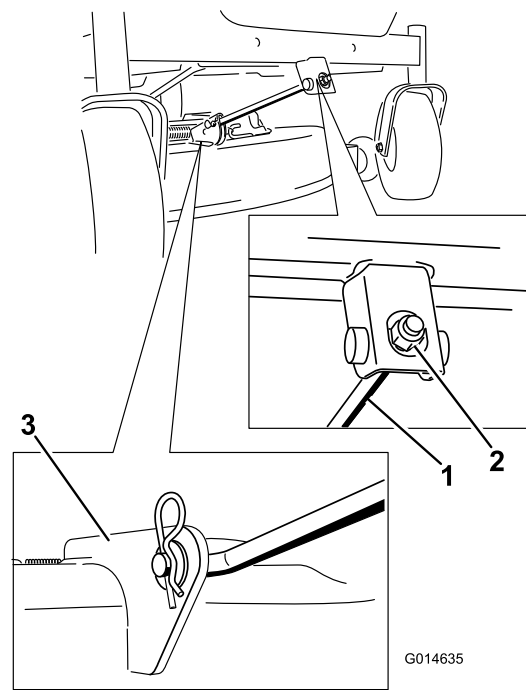

Figura 62
5. Remova o contrapino do gancho da barra de suporte da frente e remova a barra do suporte da plataforma (Figura 62).
6. Coloque a barra de suporte frontal na plataforma do cortador com o pino de segurança e contrapino do gancho (Figura 62).